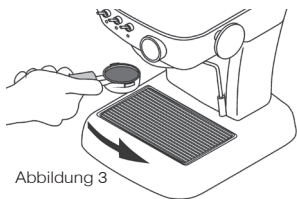

Abbildung 3
- Setzen Sie den Siebträger von links **7** in die Brühgruppe **8** ein und drehen Sie ihn nach rechts. (siehe Abbildung 3)